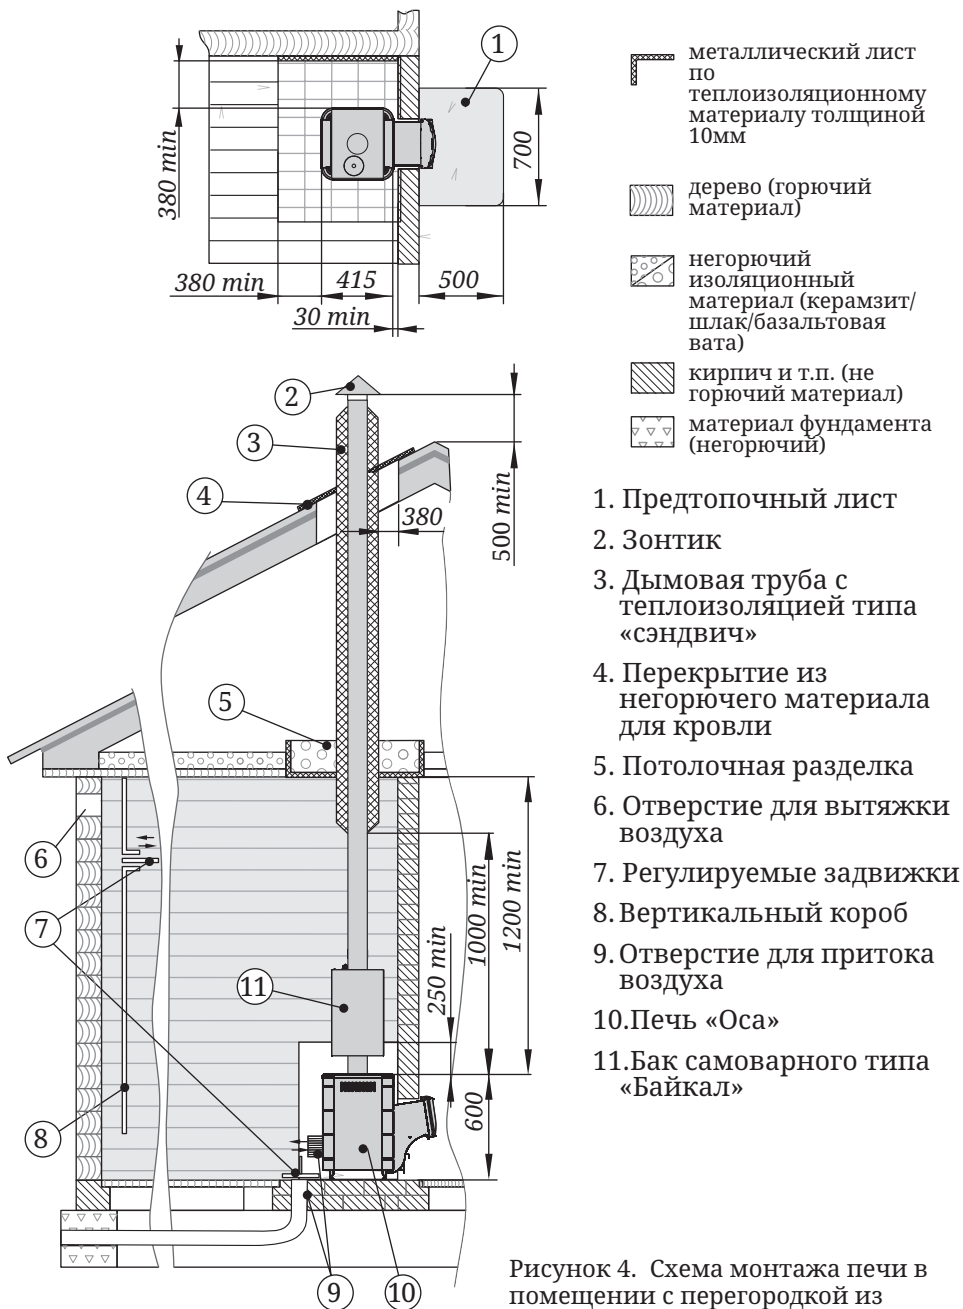

Рисунок 4. Схема монтажа печи в помещении с перегородкой из негорючего материала
- пол из горючих и трудногорючих материалов перед дверцей топki — металлическим листом размером 700×500 мм (рисунок 4).
Для обеспечения надежного воздухообмена в парилке рекомендуется организовать приточно-вытяжную вентиляцию (см. рисунок 4).